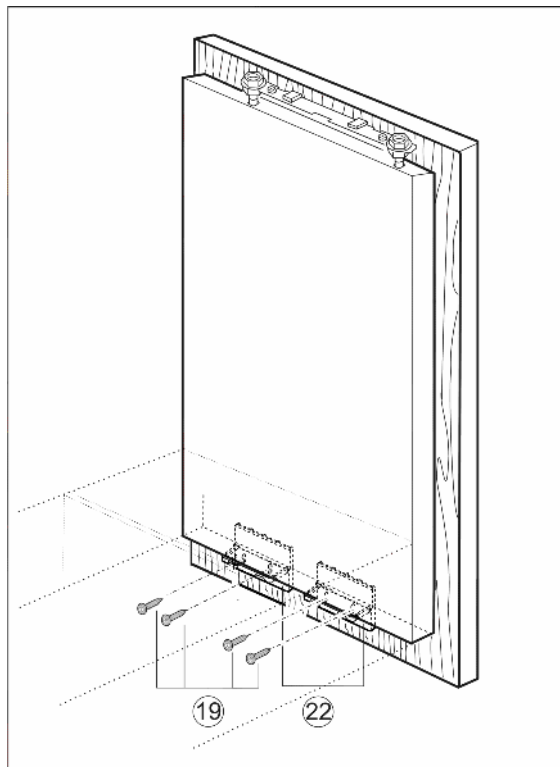

Fig. 16
- Скрепите вместе дверцу устройства и мебельную дверцу винтами Fig. 16 (19) при помощи крепежного уголка Fig. 16 (22).